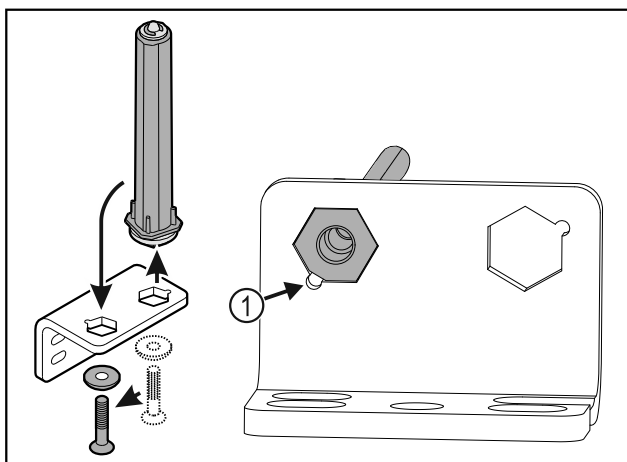

Fig. 28
- Lors de l'insertion de l'axe, veiller à ce que son chanfrein Fig. 28 (1) soit du côté du trou rond.